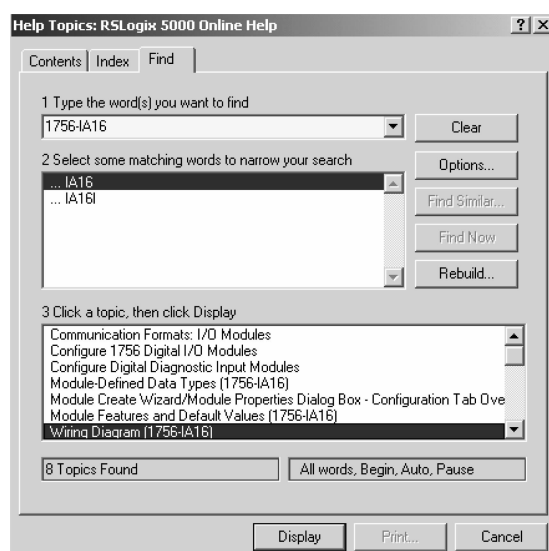

图 5-3 填写标，查找的实际字段
3. 如图 5-3 所示填写字段 1。
4. 如图 5-3 所示在字段 2 中选择 IA16。